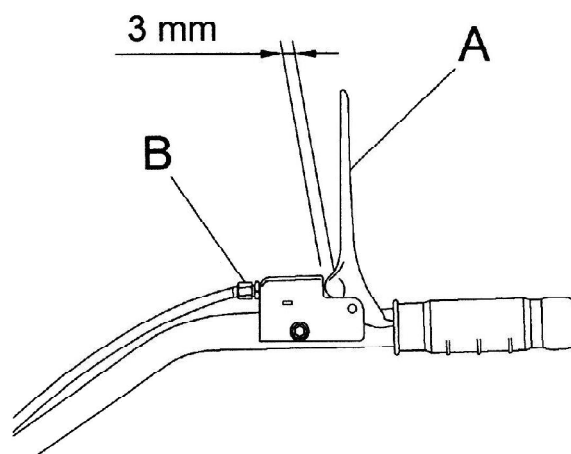
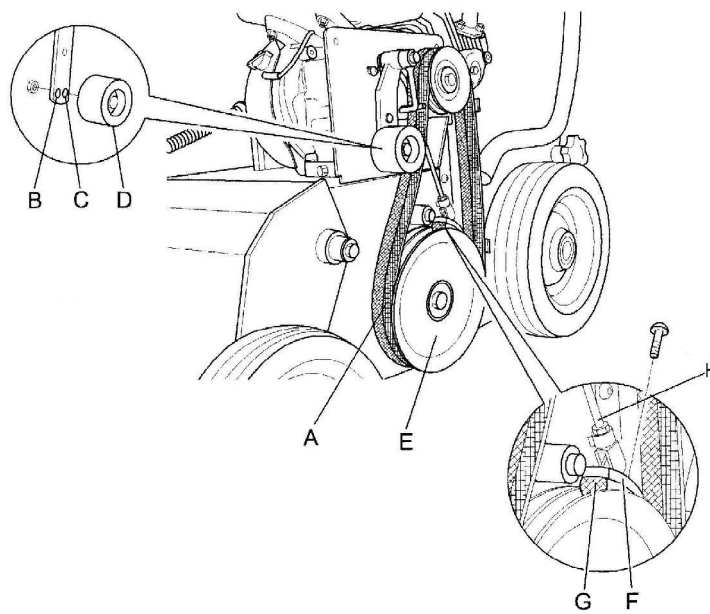

Fig. 6
Fig. 8
A) REGOLAZIONE CAVO COMANDO ROTORE LAME (FIG. 6)
Per consentire il corretto funzionamento della macchina, la leva di comando rotore porta lame deve presentare gioco di 2/3mm. In caso contrario occorre intervenire sull'apposita vite di registro (Fig.6, rif. B) , avvitandola o svitandola.
- In caso le cinghie (Fig. 8 rif. A) risultino allentate e quindi non svolgano correttamente la funzione di trascinamento della puleggia collegata al rotore lame(Fig. 8 rif. E) , occorre spostare il tenditore (Fig. 8, rif. D) dal foro inferiore (foro C) a quello superiore (foro B)come indicato nella figura 8.
Il freno rotore (Fig. 8 Rif. F) è collegato al cavo comando rotore porta lame (Fig. 6 Rif. B) Azionando la leva (Fig. 6 Rif. A) il freno viene automaticamente disinserito. Rilasciando la leva il freno si innesta e blocca il rotore.
In caso di non corretto funzionamento intervenire sul tirante (Fig.8 Rif. H) avvitandolo o svitandolo e verificare lo stato dell'elemento frenante (Fig. 8 Rif. G) e se necessario sostituirlo